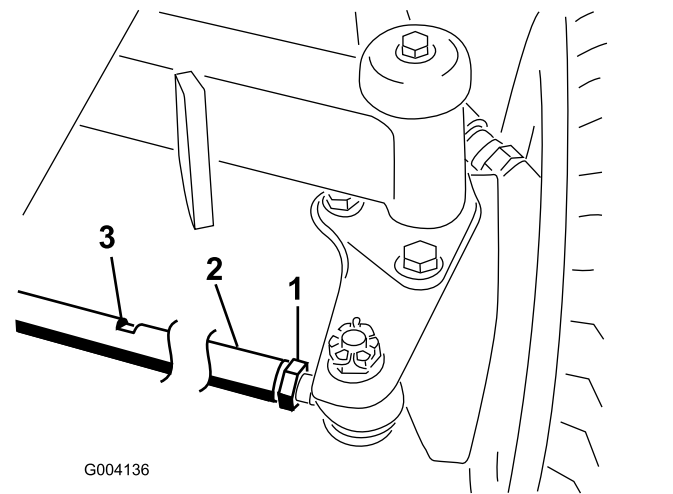

Figura 98
1. Afloje las contratuercas de ambos extremos del tirante (Figura 98).